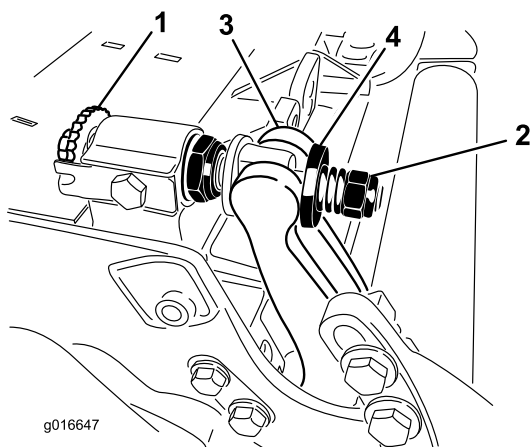

図 26
- ベッド・バー調整ネジ (図 26) を左に回してベッドナイフとリールの接触をなくす。
- スプリング・テンション・ナットをゆるめて、ワッシャがベッドバーを全く押さないようにする (図 26)。